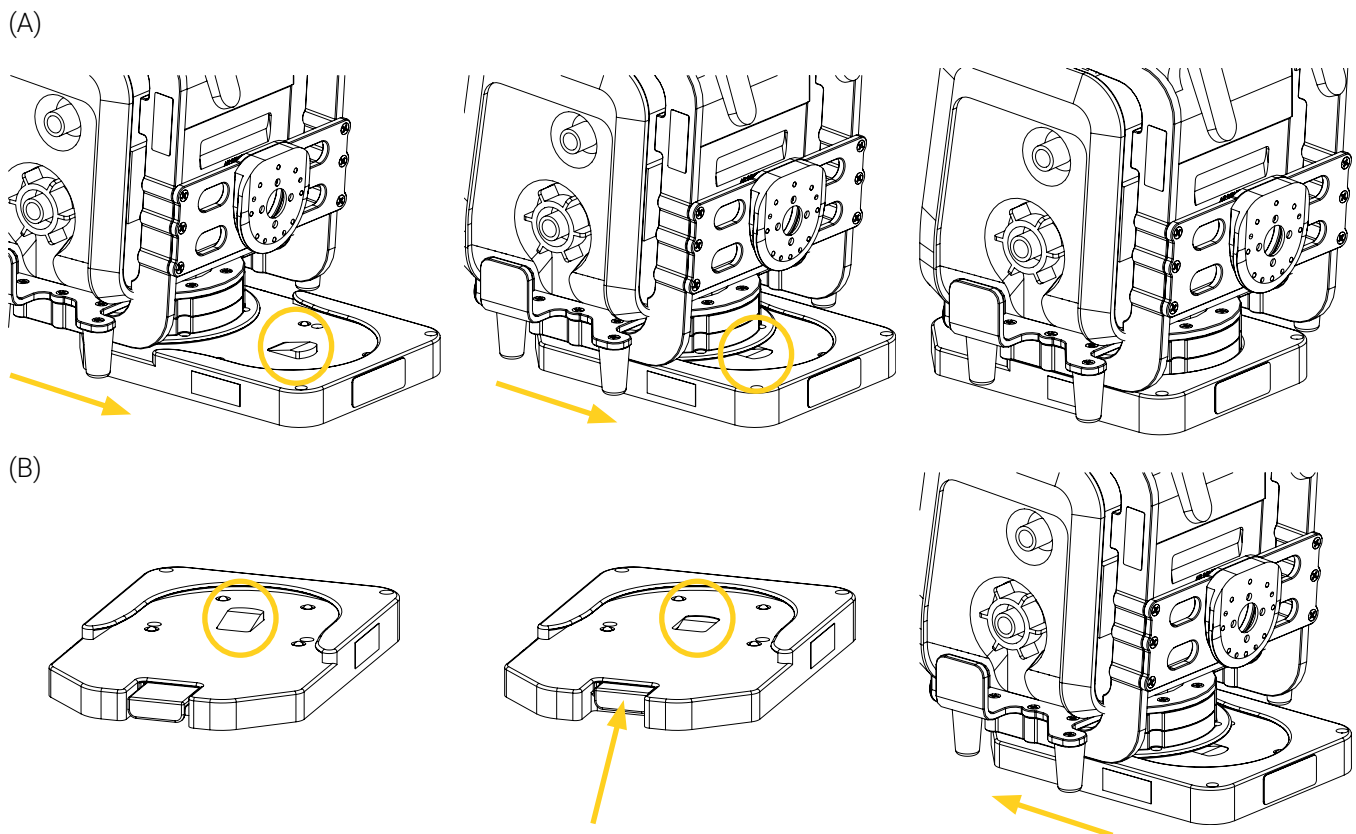

Figure 5: Verrouiller/déverrouiller la Base de Fixation Allongée
- **Pour verrouiller** la Base de Fixation Allongée, aligner et insérer le disque inférieur standard du support de fixation dans la Base de Fixation Allongée jusqu'à ce vous entendiez le son du clic (Figure 5 A).
- **Pour déverrouiller** la Base de Fixation Allongée, pousser et maintenir enfoncé le bouton à déclenchement rapide situé à l'avant de la base, puis tirer sur le support de fixation jusqu'à ce que le disque inférieur standard soit sorti de la base (Figure 5 B). Relâcher le bouton à déclenchement rapide.